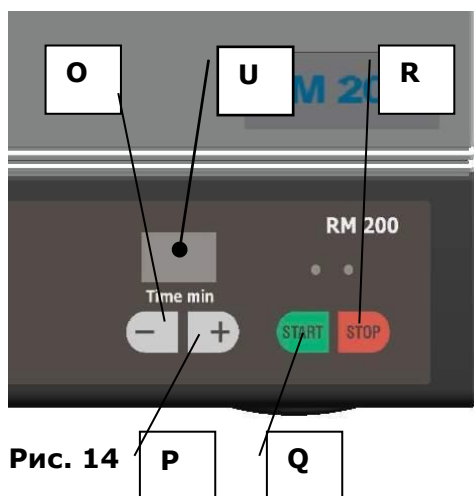

Рис. 14
- При помощи клавиш + / - **O** и **P** установить желаемую продолжительность измельчения. **Рис. 14**
- Нажать клавишу остановка **R**. **Рис. 14**
Предварительное измельчение: Рис. 14
Тонкое измельчение: Рис. 14